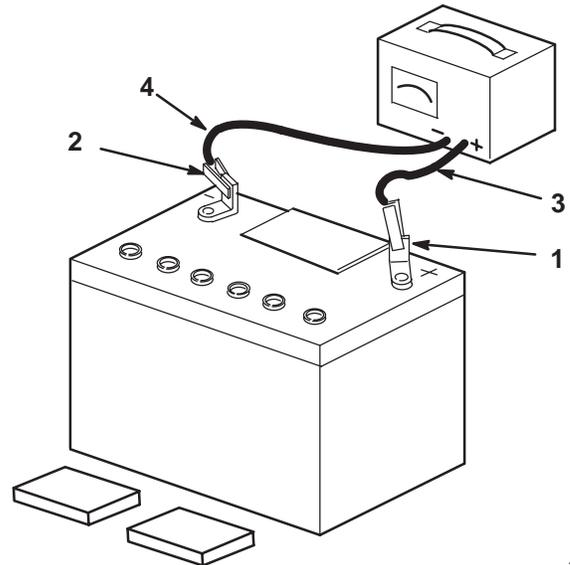

Bild 6
3. Lassen Sie die Verschlussdeckel von der Batterie entfernt und schließen ein 3- bis 4-A-Batterie-ladegerät an die Batteriepole an (Bild 6). Laden Sie die Batterie 4 Stunden lang bei maximal 4 A (12 V).
4. Ziehen Sie, wenn die Batterie voll geladen ist, den Stecker des Ladegeräts aus der Dose. Klemmen Sie dann die Klemmen des Ladegeräts von den Minus- und Plus-Batteriepolen ab (Bild 6).